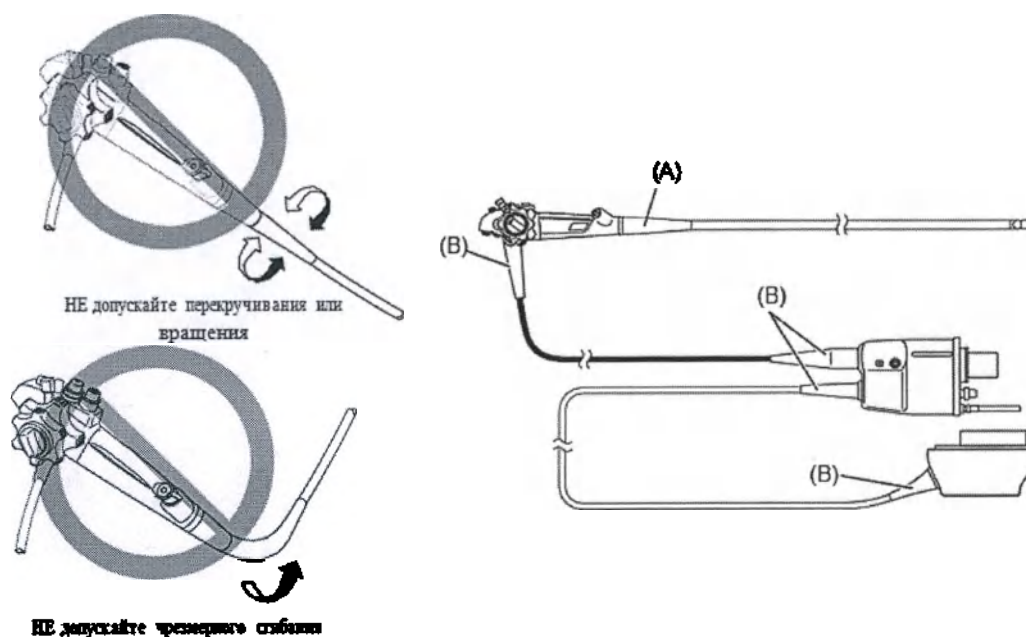

Рис. 7.3
- **ЗАПРЕЩАЕТСЯ** чрезмерно скручивать, поворачивать и изгибать компенсаторы механических напряжений (обозначены (1) и (2) на Рис.7.3). Это может привести к повреждению эндоскопа. Особенно осторожно обращайтесь с компенсатором механических напряжений на вводимой части (обозначен (1) на Рис. 7.3), так как он имеет малый диаметр.